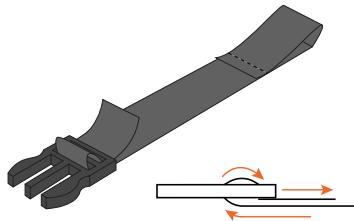

Figure 5 - Assemblage de la sangle à boucle et de la boucle.
- Attachez l'extrémité de la boucle à mousqueton à la sangle bouclée de 63 cm comme indiqué sur la figure 5.